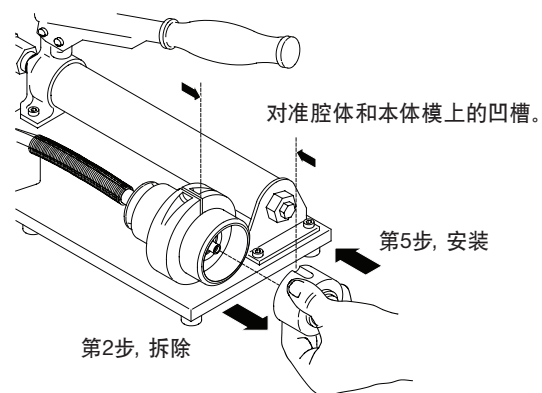

图2 本体模拆除/安装
2. 从液压腔上取下之前安装的模头。见图2。
5. 将选好的模头装在液压腔上, 并对准模头上的切口和液压腔上的定位销。见图2。